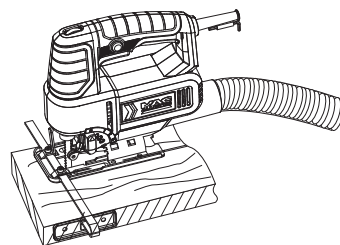

Fig. 14
- > Atașați ghidajul paralel (13) la produs așa cum este descris mai sus și reglați lățimea dorită (Fig. 14).